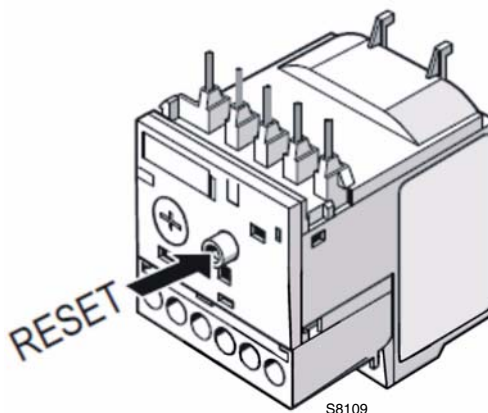

Fig. 31
- Para reiniciar, en caso de una intervención del relé térmico, presione la tecla "RESET" (Fig. 31).